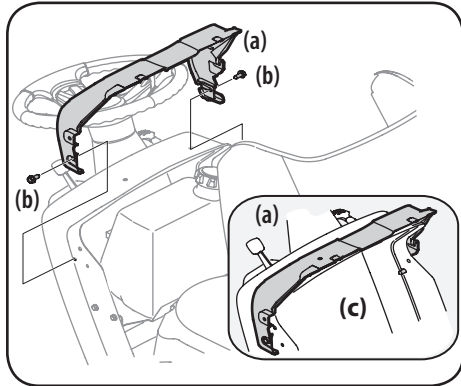

Figura 2-7
- Si la cubierta del tablero (a) se envía suelta, el hardware para la fijación de la cubierta guión (a) se envía instalado en el tablero de instrumentos (c). Retire los dos tornillos (B) del guión (c). Vea la Figura 2-7.
- Montar la cubierta del tablero (a) y alinee los orificios de montaje. Vea la Figura 2-7.
- Fijan la cubierta de tablero (a) el guión (c) con los tornillos (B) retirados en el paso 1. Consulte la Figura 2-7.